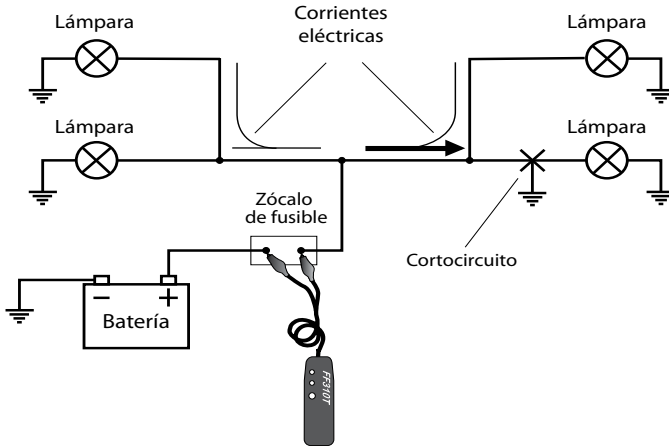

Fig. 10 - Ejemplo de circuito con múltiples ramas y cargas
- Algunas veces es necesario rastrear circuitos conectados a varias ramas y cargas simultáneamente (ver Fig. 10), y mientras la mayoría de la corriente inyectada en el circuito por el FF310T es canalizada al cable o rama del circuito que contiene el cortocircuito, pequeñas cantidades de corriente (o fugas) también estarán presentes en las otras ramas que llevan una conexión a chasis o tierra (a través de sus propias cargas).
- La forma mas efectiva y simple de eliminar este problema es la de desconectar todas las cargas (lámpara, módulos, etc) conectados al circuito rastreado (p.e. desconectando las lámparas en el circuito. Fig. 10).